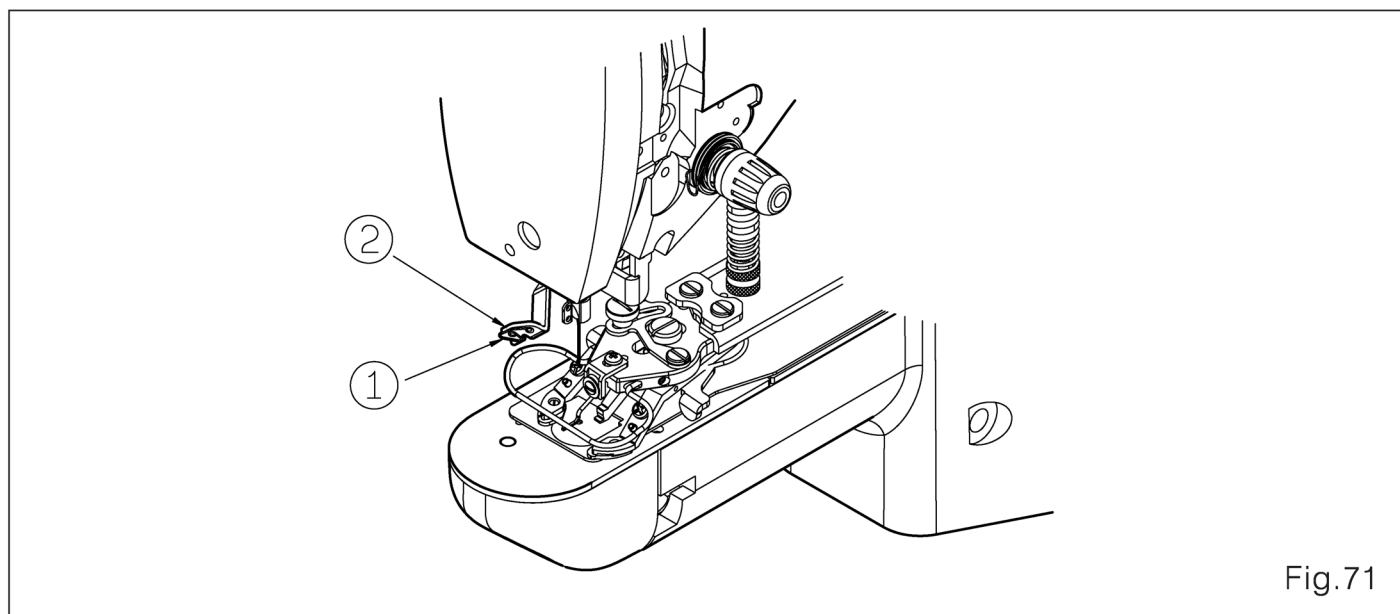

Fig.71
11. Ajuste a mola de tensão do dispositivo retira linha (Fig.71)